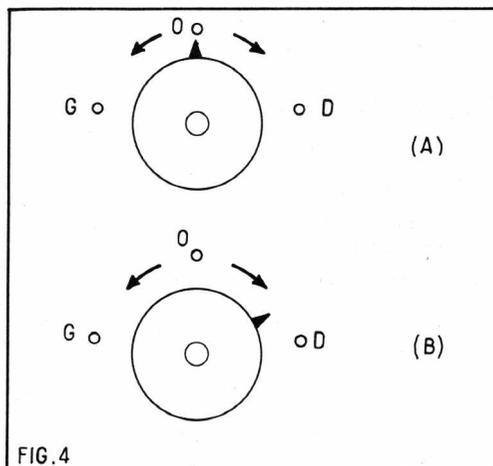

FIG.4
Si les deux haut-parleurs sont identiques, tout sera pour le mieux et dans ce cas le bouton « équilibrage » (dit aussi « balance ») se trouvera approximativement en position médiane (figure 4 (A)). Les deux amplificateurs fonctionneront avec des puissances électriques à peu près égales et leurs distorsions seront elles aussi à peu près les mêmes.
Supposons maintenant que le haut-parleur de gauche ait un meilleur rendement que celui de droite. On sera alors amené à tourner le bouton d'équilibrage de façon à ce que la puissance électrique de l'amplificateur de droite soit plus grande que celle de l'amplificateur de gauche. Le bouton sera réglé comme en (B) figure 4.
Si l'amplificateur est bien conçu, le bouton EQ se réglera sur une position médiane comme en (A) figure 4.